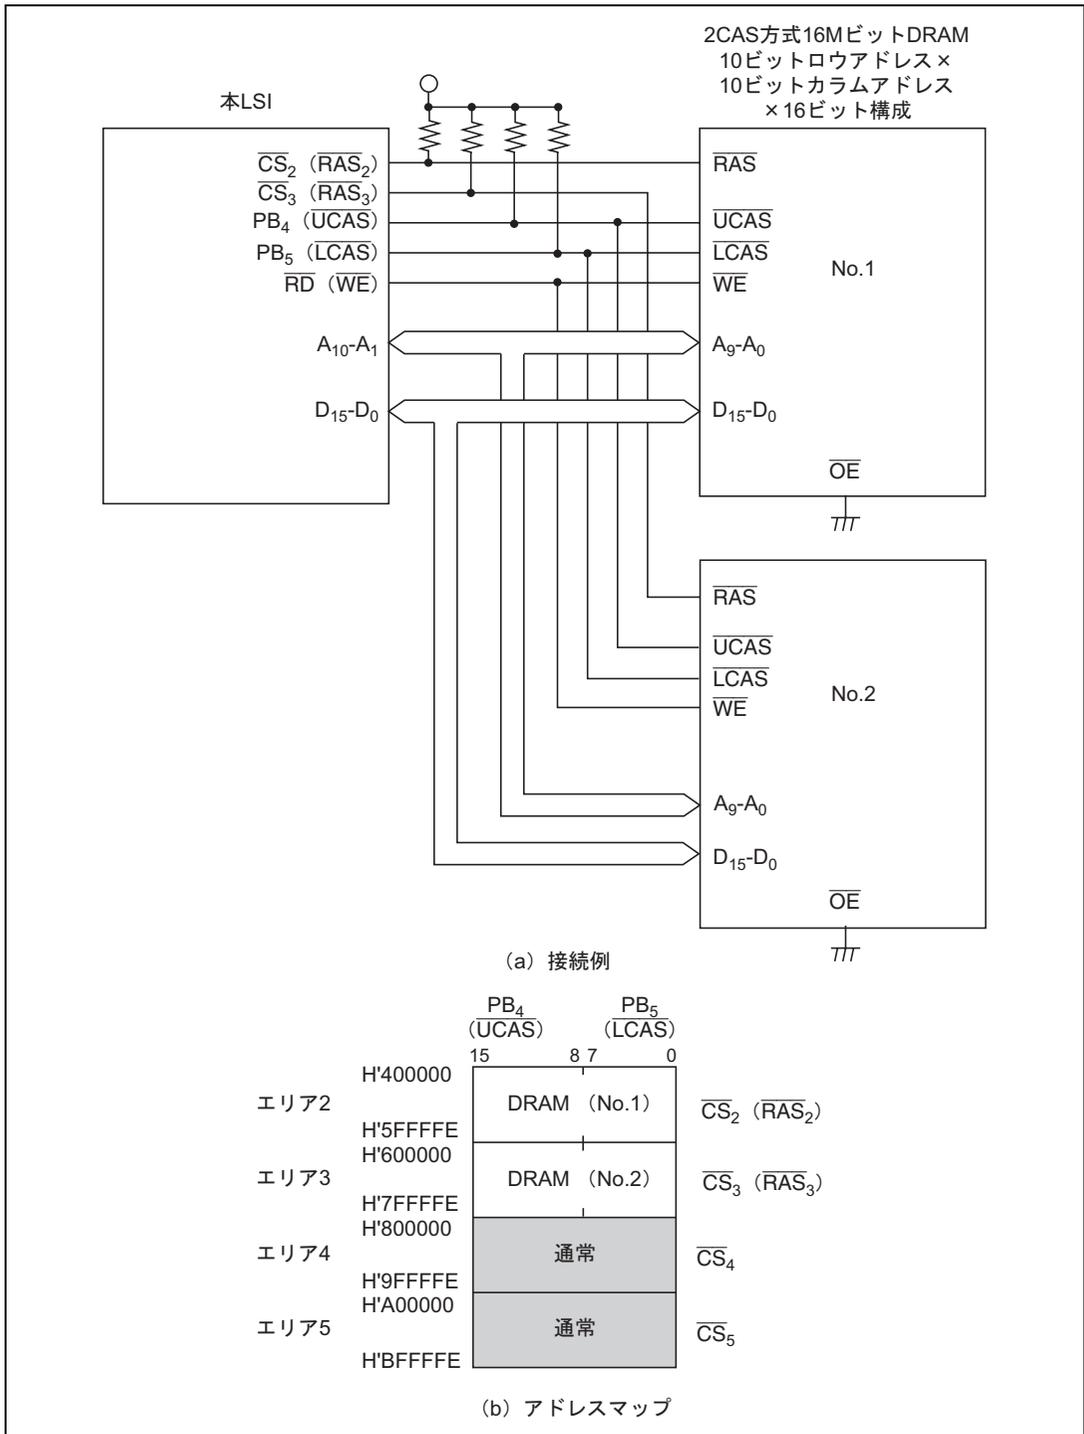

図 6.31 ×16 ビット構成(2CAS 方式)の 16M ビット DRAM の接続例とアドレスマップ
- (1) 図 6.31 に $\times 16$ ビット構成 (2CAS 方式) の 16M ビット DRAM を 2 個使用する場合の接続例とそのアドレスマップを示します。本例では 10 ビットロウアドレス \times 10 ビットコラムアドレスのタイプのものを使用しています。エリア 2~5 を DRAM 空間に設定することにより最大 4 個の DRAM を接続できます。